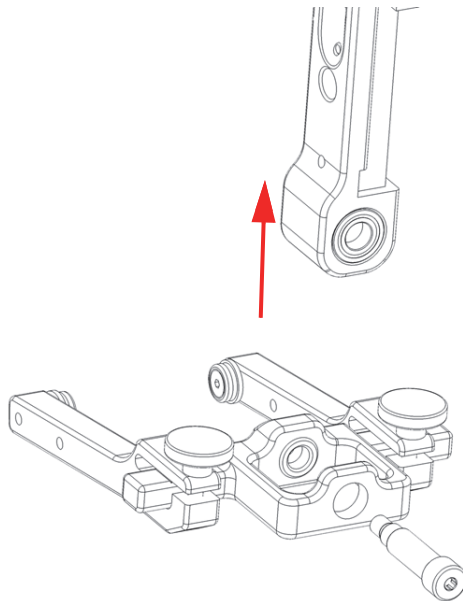

Рис. 5-4 Снятие направляющей подпружиненного рычага
2. Выньте направляющую подпружиненного рычага из стержня вилки (Рис. 5-4 на стр 81).